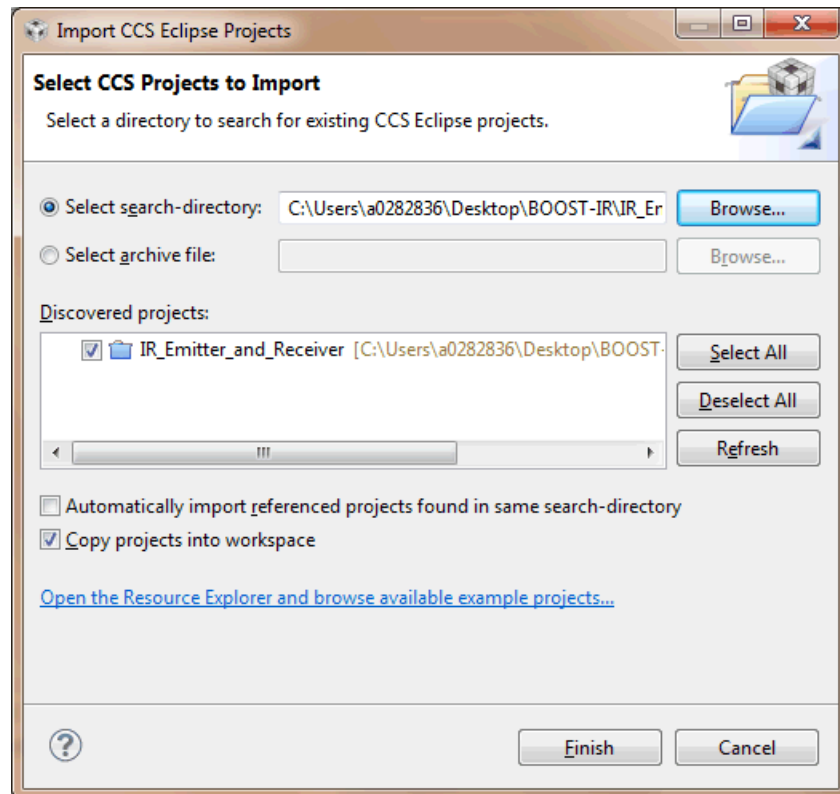

图 15. CCS 找到项目时
单击确定 (OK) 后，CCS 应确定项目并将其导入。如果 CCS 已找到项目，则导入 CCS Eclipse 项目 (CCS Eclipse Projects) 窗口中将显示项目名称，同时项目名称左侧的复选框将处于选中状态，如图 15 所示。